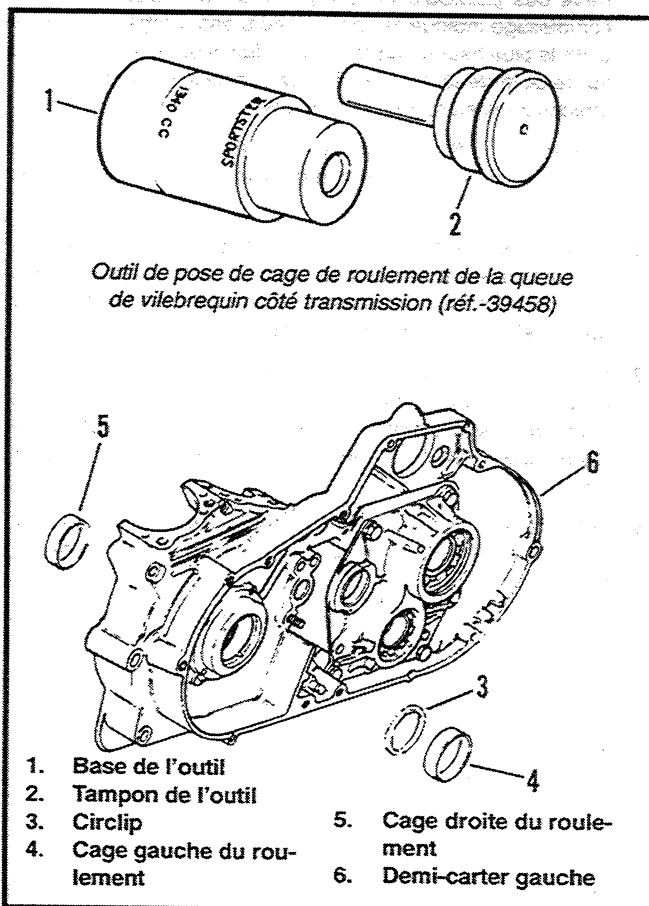

Figure 3-85. Installation des cages de roulement de la queue de vilebrequin côté transmission
1. Voir Figure 3-85. Le circlip d'origine (3) est laissé en place pour éviter d'endommager l'alésage du roulement du demi-carter gauche (6). Assurez-vous que l'ouverture du circlip est alignée avec le trou d'alimentation d'huile dans l'alésage de roulement du demi-carter gauche.
Voir Figure 3-85. Utiliser l'outil de pose de la cage extérieure du roulement de queue de vilebrequin côté transmission (1 et 2) (Réf. HD-39458) pour installer les cages gauche et droite (4 et 5) du roulement conique de la queue de vilebrequin côté transmission dans le demi-carter gauche (6). Toujours installer la cage gauche (4) avant la cage droite (5); la base de l'outil de pose (1) n'est utilisable que si l'on suit cet ordre.
2. Introduisez l'extrémité « SPORTSTER » de la base de l'outil de pose (1) dans l'alésage de roulement depuis l'intérieur du demi-carter gauche (6) jusqu'à ce que la base touche le circlip (3).
3. Placez la cage gauche (4) sur l'alésage du roulement du côté de moteur du demi-carter gauche (6).
4. Introduisez l'arbre du tampon de l'outil de pose (2) dans la cage gauche (4) et dans la base de l'outil de pose (1). Enfoncez la cage dans l'alésage jusqu'à ce qu'elle repose contre le circlip (3).
5. Introduisez l'extrémité « SPORTSTER » de la base de l'outil de pose (1) dans l'alésage du roulement depuis l'extérieur du demi-carter gauche jusqu'à ce que la base touche la surface extérieure de la bague gauche déjà installée(4).
6. Placez la cage droite (5) sur l'alésage du roulement du côté intérieur du demi-carter gauche (6).
7. Introduisez l'arbre du tampon de l'outil de pose (2) dans la cage droite (5) et dans la base de l'outil de pose (1). Enfoncez la cage dans l'alésage jusqu'à ce qu'elle repose contre le circlip (3).